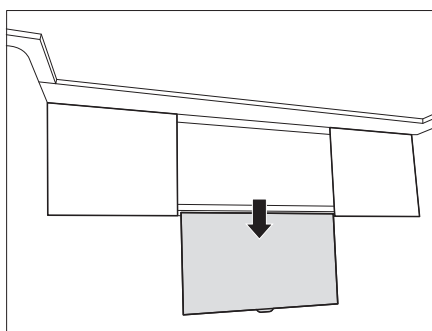

Fig. 143 Pantalla plana en posición inferior
- Tirar de la pantalla plana hacia abajo mediante el tirador (Fig. 143).